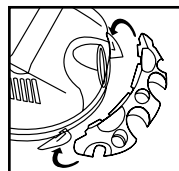

**FIGURA 9**
9. Presione la parte delantera del sujetador de la manguera para que encaje en su lugar. **FIGURA 9**.